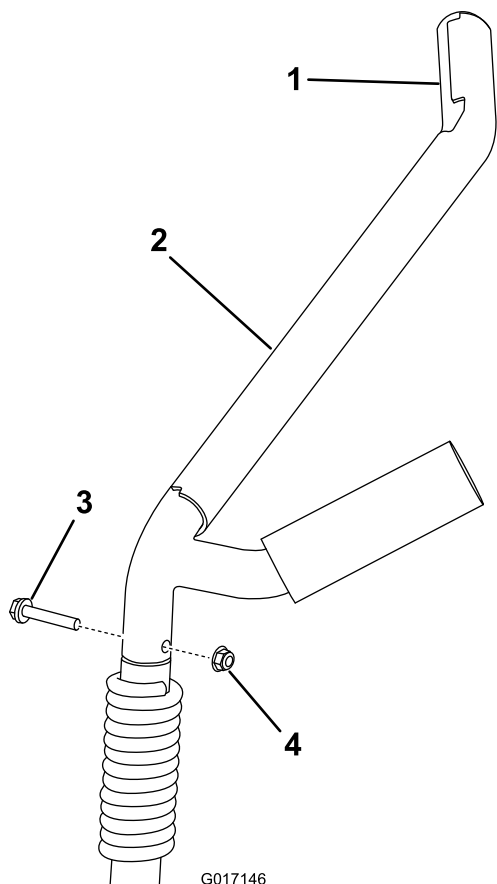

Рисунок 7
1. Снимите каждый из двух имеющихся рычагов опор стрел, предварительно отвернув болт и гайку (Рисунок 7).